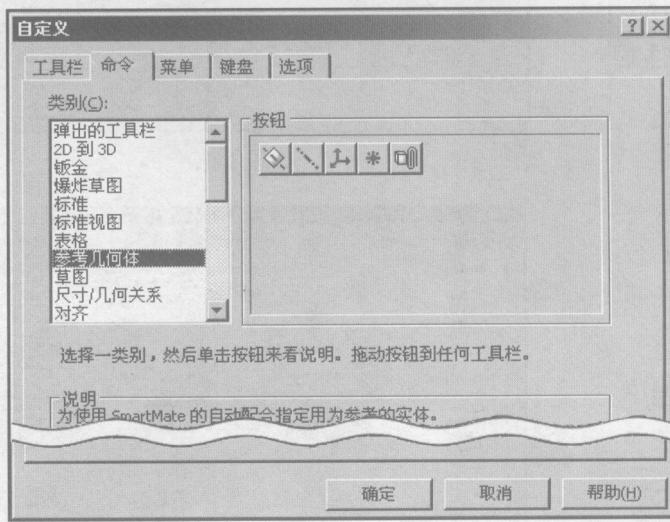
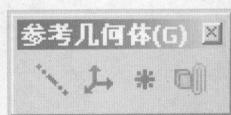

图 1-5
图 1-6
STEP5 如果需要向工具栏中添加命令，则单击“命令”标签，如图 1-5 所示。将需要的命令快捷图标拖到对应的工具栏即可，如图 1-6、1-7 所示。